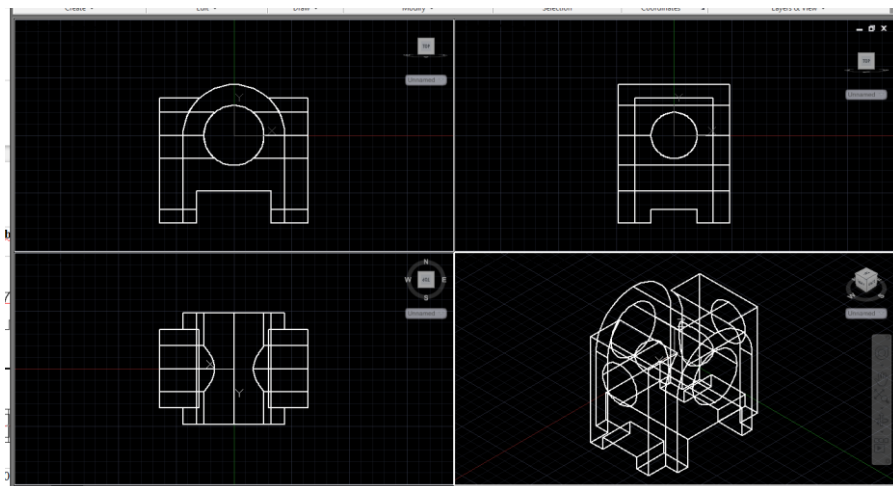

Рисунок 5.10 - Результат створення пазів та отворів
5.3.20 Активізувати праве верхнє вікно. Встановити значення **ELEVATION -35**. Виконати креслення прямокутника **20x6** та окружності радіуса **10**. Створити твердотільні об'єкти видавлюванням прямокутника та окружності на глибину видавлювання **70**. Відняти нові об'єкти з раніше створеного за допомогою команди **Subtract**. Результат наведений на рис. 5.10.